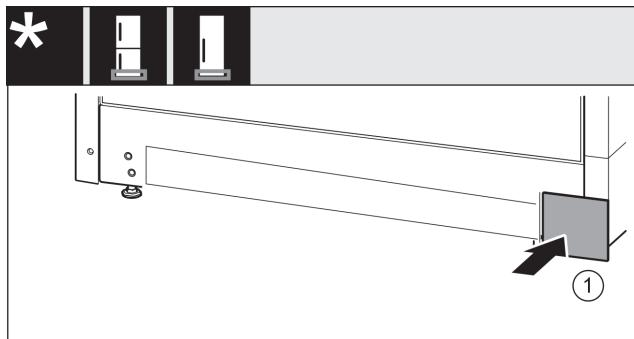

Fig. 15
► Oblogo ponovno namestite na drugi strani. Fig. 15 (1)